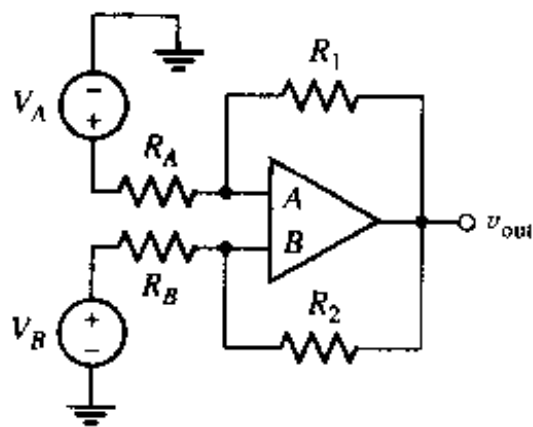

图 6.32
11. 参看图 6.32 中的电路, (a) 如果 $V_A = 0, V_B = 1 \text{ V}, R_A = R_B = 10 \text{ k}\Omega, R_1 = 70 \text{ k}\Omega, R_2 = \infty$ 和 $V_{out} = 8 \text{ V}$, 那么 A 和 B 哪一个端是同相输入端? 解释原因; (b) $V_A = 10 \text{ V}$ 和 $V_B = 0 \text{ V}$ 。如果 B 是反相输入端, 选取 R_A, R_B, R_1 和 R_2 的值得到输出电压为 20 V ; (c) $V_A = V_B = 1 \text{ V}, R_1 = 0 \text{ k}\Omega$ 和 $R_2 = \infty$ 。如果测出 V_{out} 为 1 V , 那么 A 和 B 那一个端是反相输入端? 请解释。